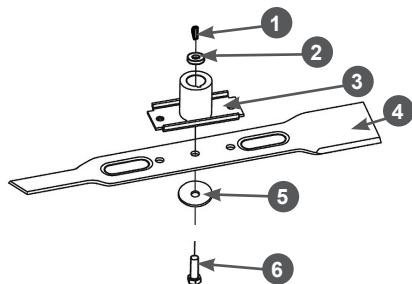

Рис. 21. Обслуживание ножа
2. С помощью соответствующего инструмента открутите болт 6 крепления ножа и снимите нож (Рис. 21).